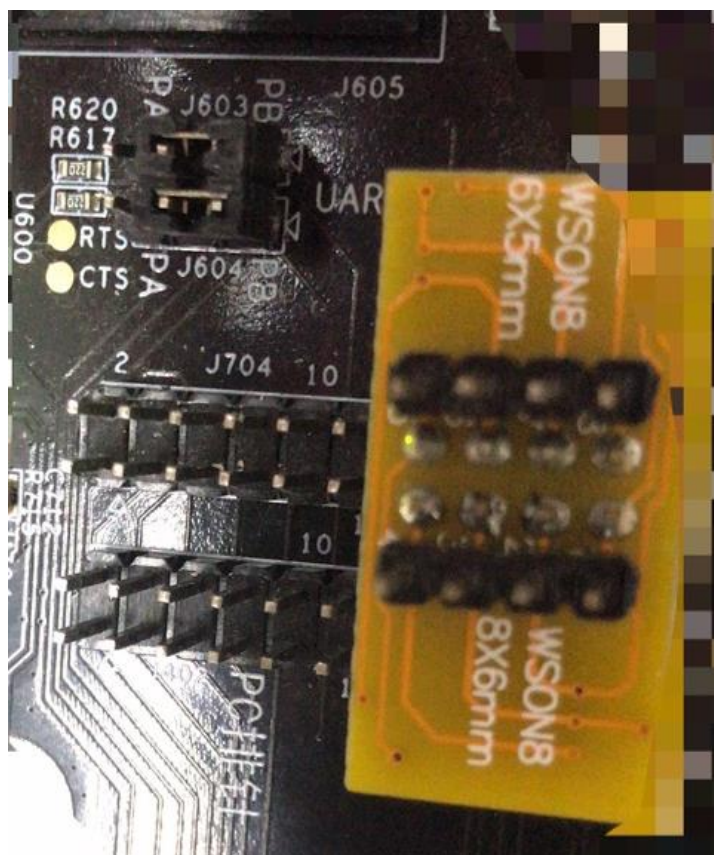
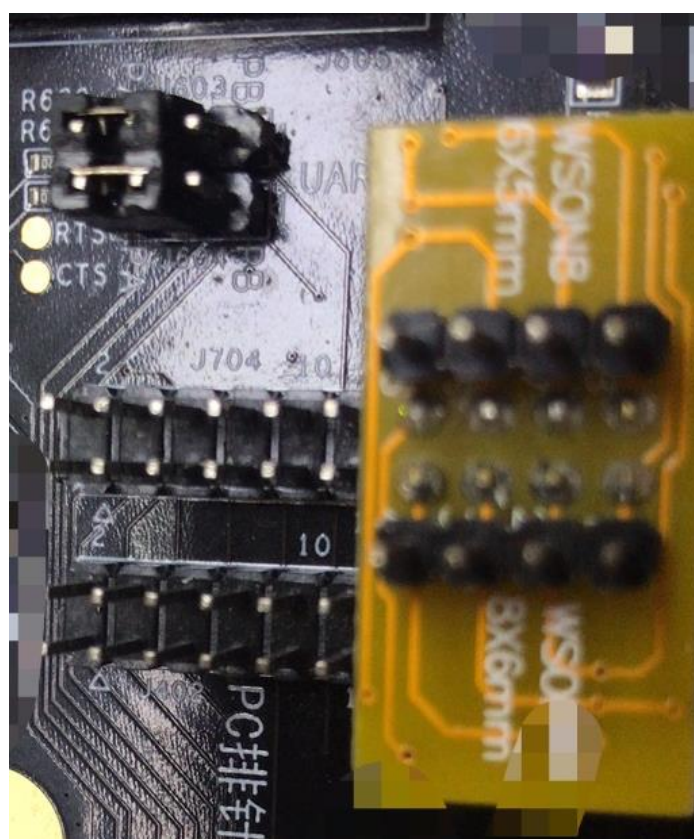

图 8 烧录时针脚设置
图 9 验证烧录结果时针脚设置
2. 软件烧录时，UART 针脚设置如图 8，进行验证时，UART 针脚如图 9；